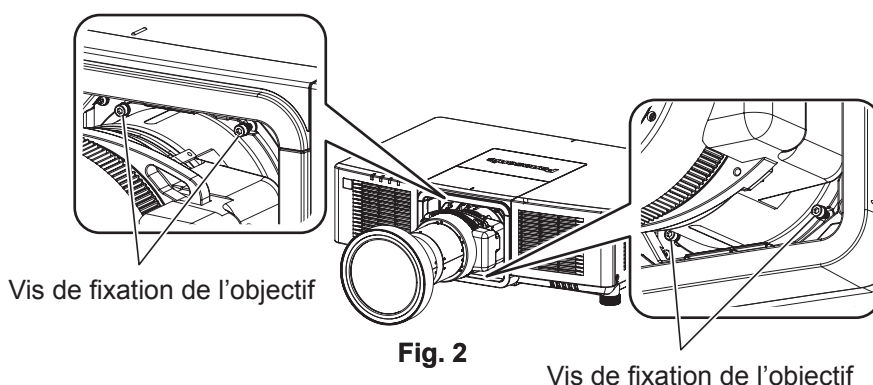

Fig. 2
7) Fixez le capot coulissant supérieur. (Fig. 2)
- Pour la lentille zoom (n° de modèle : ET-EMU100), retirez les vis de fixation de lentille (4 emplacements) autour de la lentille de projection à l'aide d'un tournevis hexagonal à pointe sphérique fourni avec la lentille zoom (n° de modèle : ET-EMU100). (Fig. 2)